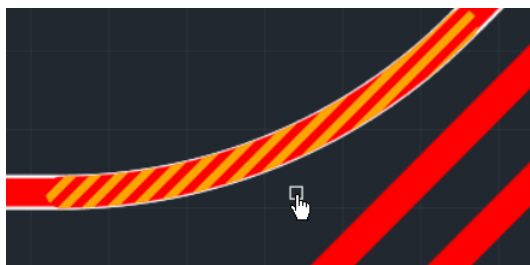

Рис. 293 Выбор точки редактирования
1. Выберите точку и нажмите левую кнопку мыши, Рис. 293.